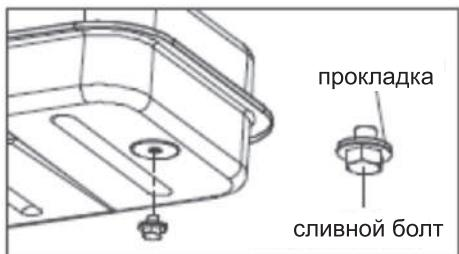

Рис. 11
- Слейте залитое топливо через сливное отверстие, открутив сливной болт (рис. 11).